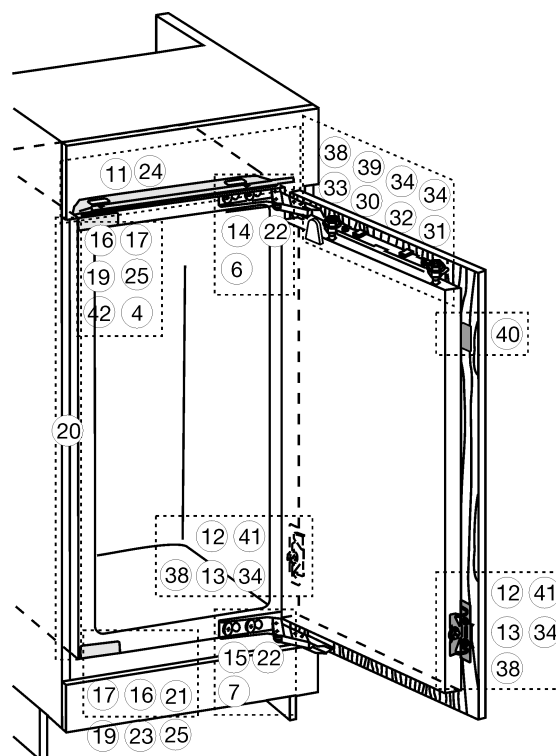
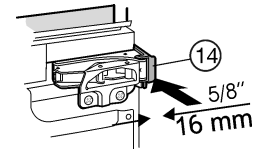
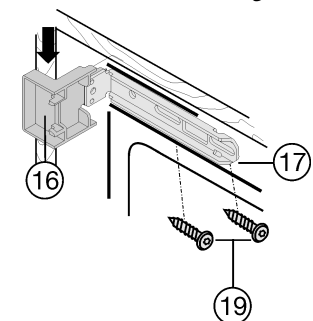
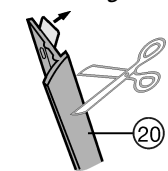

Fig. 14
Fig. 22
Fig. 23
Fig. 24
- Retirer les caches Fig. 14 (4,6,7).
- Clipser la pièce d'écartement Fig. 22 (14) et la pièce d'écartement Fig. 14 (15) sur les charnières.
- Placer les caches Fig. 23 (16) en haut et en bas sur les étriers Fig. 23 (17).
- Fixer les étriers Fig. 23 (17) en haut avec des vis Fig. 23 (19) et en bas avec des vis Fig. 14 (19) afin qu'ils aient encore un peu de jeu à gauche et à droite.
- Enlever le film protecteur de la baguette couvre-joint Fig. 24 (20).
- Placer la baguette de recouvrement Fig. 24 (20) sur l'arête du cache Fig. 23 (16) côté poignée en alignement avec la façade puis la coller sur la paroi latérale de l'appareil.
- Si nécessaire, raccourcir la baguette de recouvrement Fig. 24 (20) en bas : l'extrémité de la baguette de recouvrement Fig. 24 (20) doit dépasser de 1/8" (3 mm) sur le bord supérieur de l'étrier du bas Fig. 14 (17).
- Insérer l'appareil jusqu'à ce que les caches Fig. 23 (16) touchent la paroi latérale du placard Fig. 23.
- ▶ Respecter les dimensions d'encombrement (épaisseur des éléments de butée de porte) : faire dépasser les charnières et les caches Fig. 23 (16) en tenant compte des dimensions d'encombrement.
- ▶ Aligner verticalement l'appareil au moyen des pieds réglables avec la clé à fourche Fig. 14 (21) jointe.